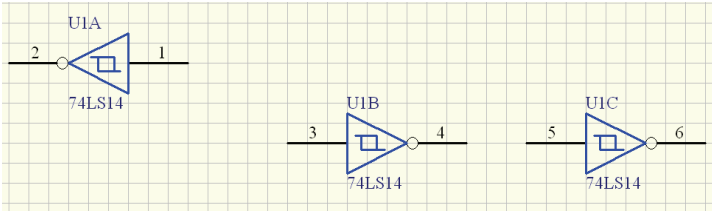

图 2-31 U1A 旋转 180° 的图形
- “Orientation”：设置网络标号放置的方向。单击选项右边的下拉按钮即可打开下拉列表，包括 4 个选项“0 Degrees”“90 Degrees”“180 Degrees”和“270 Degrees”，分别表示网络标号的放置方向为 0°、90°、180° 和 270°。但一般不用在对话框内设置网络标号的方向，而是在放置网络标号状态下，通过按〈Space〉键来设置网络标号合适的放置方向。如图 2-31 所示即为 U1A 旋转 180° 后的情况。